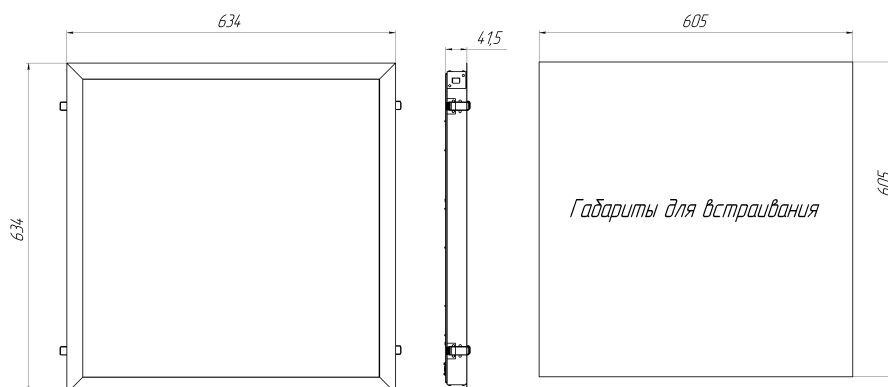

Рисунок 1. Габаритный чертеж
5.3.1. Для установки светильника необходимо повернуть торцевую панель и аккуратно снять рассеиватель. Надежно закрепить на ровной поверхности корпус светильника при помощи креплений (не входят в комплект поставки), габариты для монтажа см. рисунок 1.